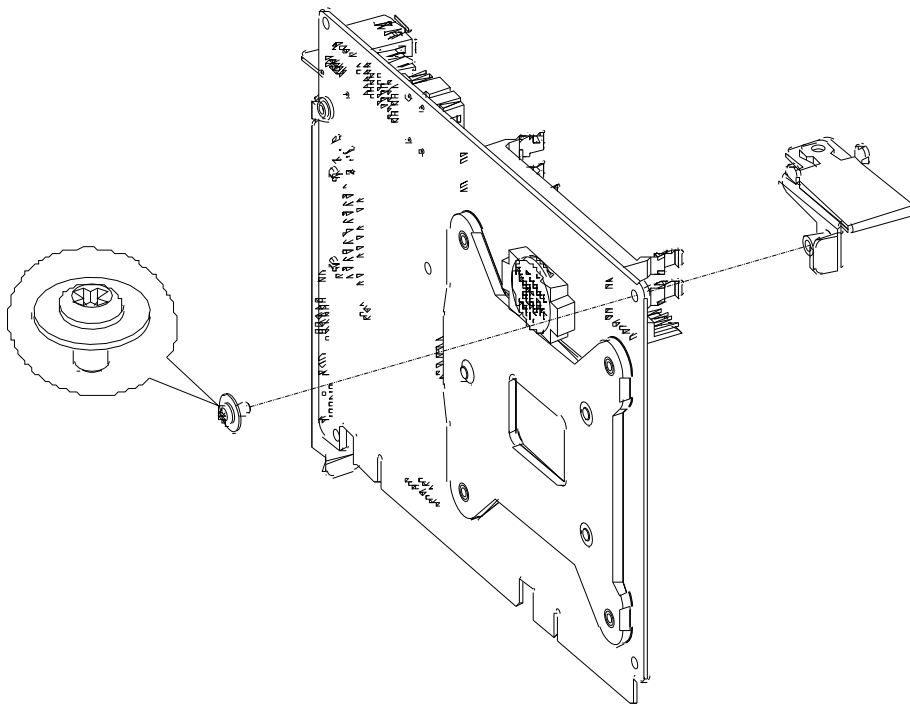

Figure 2.6 Installing a CPU card bracket/ 安装 CPU 卡支架 / 安裝 CPU 卡支架
2. Find one special round head screw and CPU bracket, then fix it to CPU card (see Figure 2.6 Installing a CPU card bracket).
2. 取出附件盒内的一颗特殊大圆头螺丝与 CPU 卡支架，并固定在 CPU 卡上（如图 2.6 安装 CPU 卡支架）。